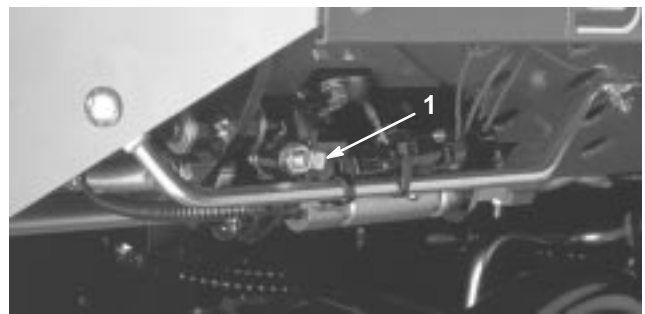

Figure 22
**Remarque :** La vitesse de tonte est réglée en usine à 9,7 km/h. Vous pouvez l'augmenter ou la réduire en réglant la vis de butée de vitesse (Fig. 22).